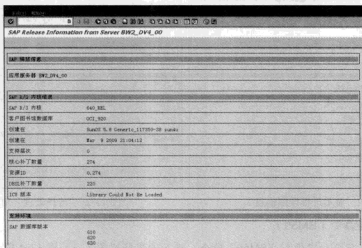

图 13-6 显示 SAP 应用服务器信息
STEP 2 选择某个服务器的名称，然后单击“Release Notes”按钮，系统会显示该应用服务器的信息，如图 13-6 所示。